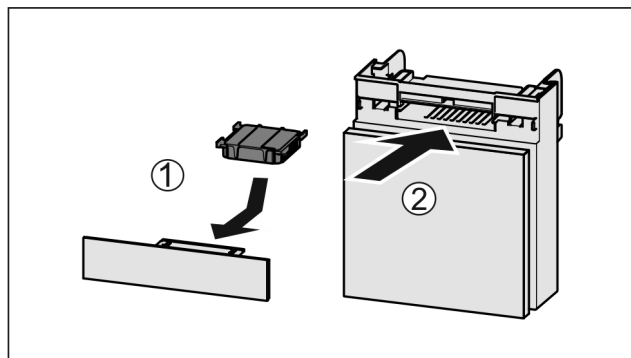

Fig. 110
- ▶ Поставете Fig. 110 (1) филтъра с активен въглен, както е показано на фигурата.
- ▶ Вкарайте Fig. 110 (2) отделението.